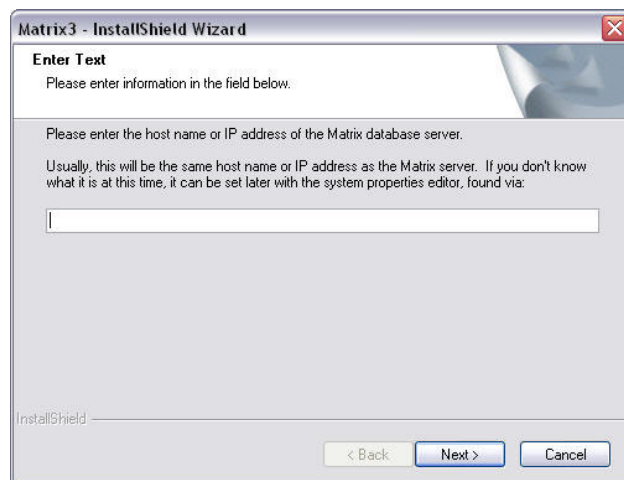

FIG. 18
11. Voor een Aangepaste installatie wordt u gevraagd om de naam van de host of het IP-adres van de Matrix-server op het scherm in FIG. 18 op te geven.